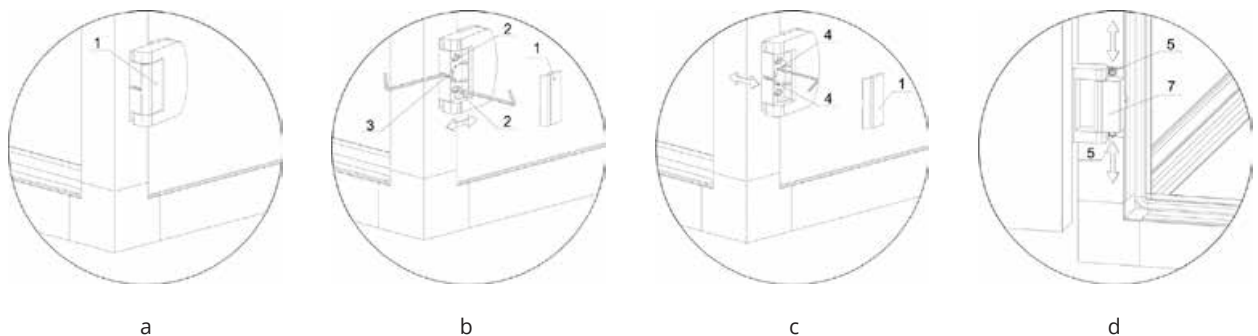

Abbildung 7.5.3 (a, b, c, d) – Scharniereinstellungssequenz
Scharnier-Einstellung (Abbildung 7.5.3):
1. Scharnierdeckel 1 entfernen (Abbildung 7.5.3 a).
2. Die beiden Schrauben 2 zur Befestigung der mobilen Komponente lösen (Abbildung 7.5.3 b).
4. Drehen Sie die Schraube 4 zur Einstellung der Dichtungskompression (Abbildung 7.5.3 c).
7. Blechschauben 5 lösen (Abbildung 7.5.3 d).